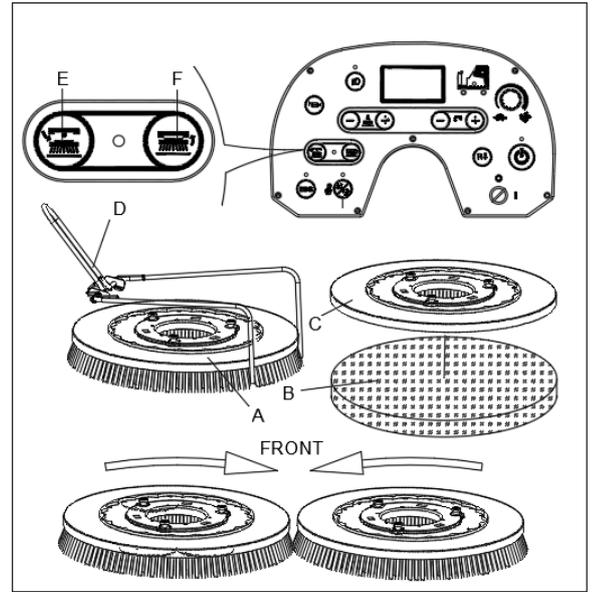

图 8
根据需清洗的地面选择相应的刷盘(A, 图8)或者是针座(B和C, 图8)。
2. 提起刷盘限位组件(D, 图8)的把手, 将刷盘(A, 图8)/针座(C, 图8)放在刷盘组件下的合适位置。
3. 按下控制面板上的自动上刷按键(F, 图8), 刷盘/针座将会被自动安装上。转动的方向如图(图8)。LED灯将会闪亮。
1. 插入钥匙开关(53, 图3)旋转到“1”档。确保刷盘组件处于提升状态。按下控制面板上的自动卸刷按键(E, 图8), 刷盘/针座将会被自动卸下。LED灯将会常亮。